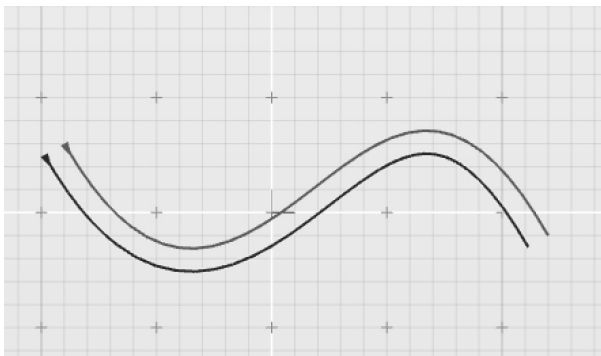

图 3-40 构建偏移曲线
2) 对该曲线使用“偏移”工具, 并设置偏移距离为 1, 如图 3-40 所示。